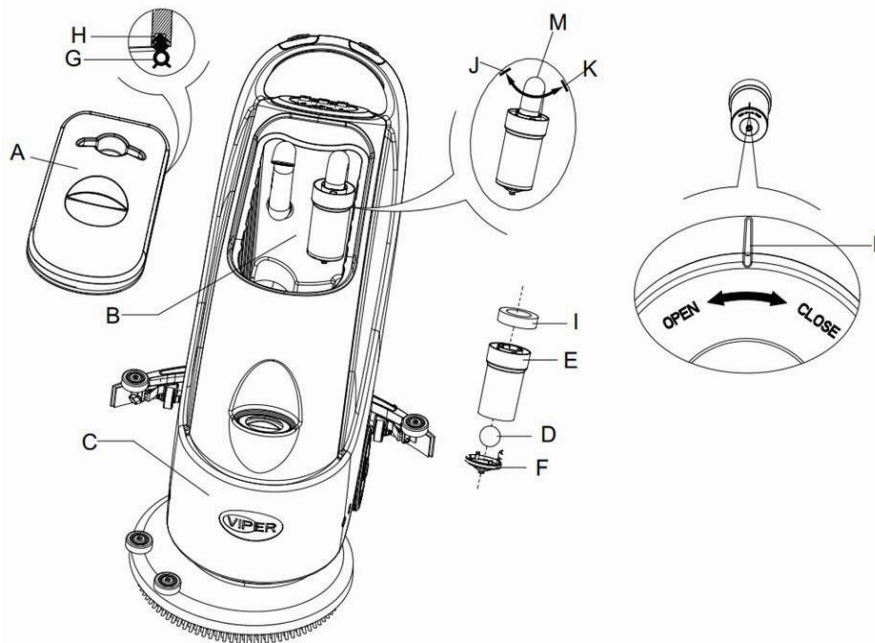

Figure 16
2. Appuyez sur l'interrupteur d'alimentation (41) sur la position "O" pour éteindre la machine.
3. Ouvrez le couvercle du réservoir de récupération (A, **Figure 16**) et retirez le dispositif de flotteur (36) du réservoir de récupération.
4. Utilisez de l'eau propre pour nettoyer le couvercle du réservoir de récupération (A), le réservoir (B et C) et le cadre de support du filtre à flotteur (E). À l'aide du flexible de vidange (15), vidangez toute l'eau du réservoir d'eau sale.
5. Si nécessaire, en suivant les symboles "Ouvrir" et "Fermer" comme indiqué sur la **Figure 16**, ouvrez le couvercle du fond (F) du filtre à flotteur et nettoyez le flotteur (D), le cadre de support du filtre à flotteur (E) et le filtre éponge (I). Après le nettoyage, fixez le flotteur sur le cadre de support du filtre à flotteur (E) puis alignez la rainure de marquage (L) du couvercle du fond (F) du filtre à flotteur avec la rainure de marquage (L) du cadre de support du filtre à flotteur (E). Serrez le couvercle du fond (F) du filtre à flotteur en le tournant et fixez le filtre éponge (I) sur le cadre de support du filtre à flotteur (E) puis sur le tube d'aspiration (M).
6. Vérifiez la solidité de la bague d'étanchéité (G) du couvercle du réservoir d'eau.
Si nécessaire, la bande d'étanchéité du réservoir d'eau (G) peut être retirée de la rainure (H) et remplacée. Lors de l'assemblage d'une nouvelle bande d'étanchéité sur le réservoir d'eau, sachez comme indiqué sur la **Figure 16** ci-dessous, installez le raccord sur la section médiane de la partie arrière.
7. Vérifiez si la surface de réception de la bande d'étanchéité (G) est intacte et isole correctement.
8. Fermez le couvercle du réservoir de récupération (A).